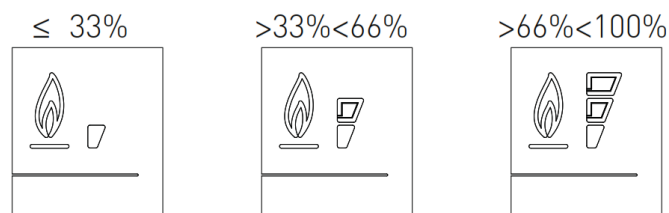

Рис. 2
10. ИНДИКАТОР НАЛИЧИЯ ПЛАМЕНИ /ТАКЖЕ ПРЕДСТАВЛЯЕТ СОБОЙ ТРЁХСТУПЕНЧАТУЮ ШКАЛУ, ОТОБРАЖАЮЩУЮ ИЗМЕНЕНИЕ УРОВНЯ МОЩНОСТИ НАГРЕВА КОТЛА (РИС.2)